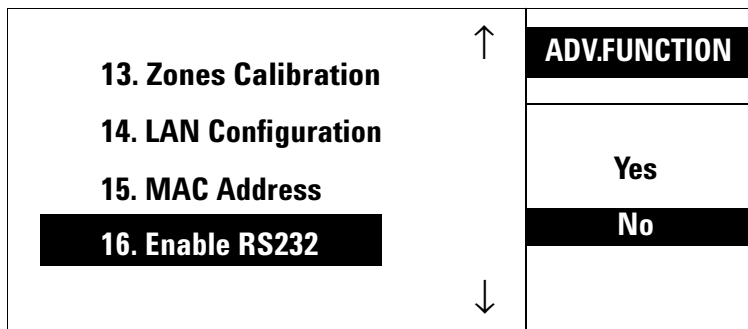

図 21 Enable RS232 画面
- 4 図 21 は、Enable RS232 画面です。カーソルを使用して、[ADV.FUNCT] リストから [No] を選択し、**[Enter]** を押します。